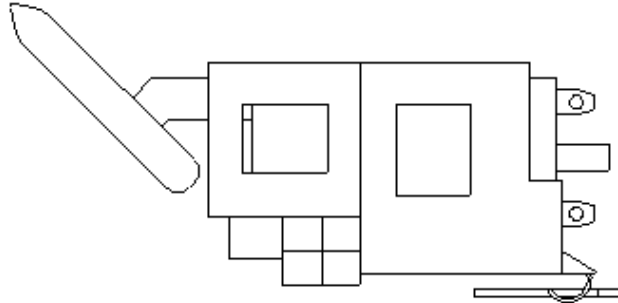
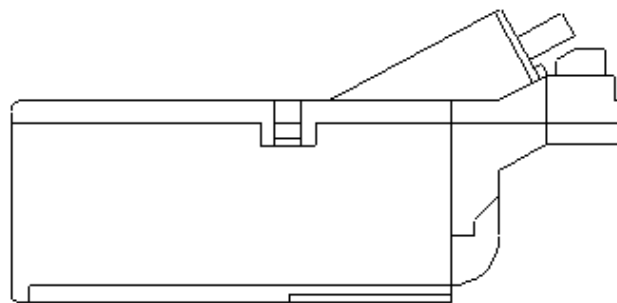

Figure 1
Figure 2
- Si la pompe et son support ressemblent à ceux de la Figure 1, procédez à l'article 4. Si la pompe et son module ressemblent à ceux de la Figure 2, procédez à l'article 20.